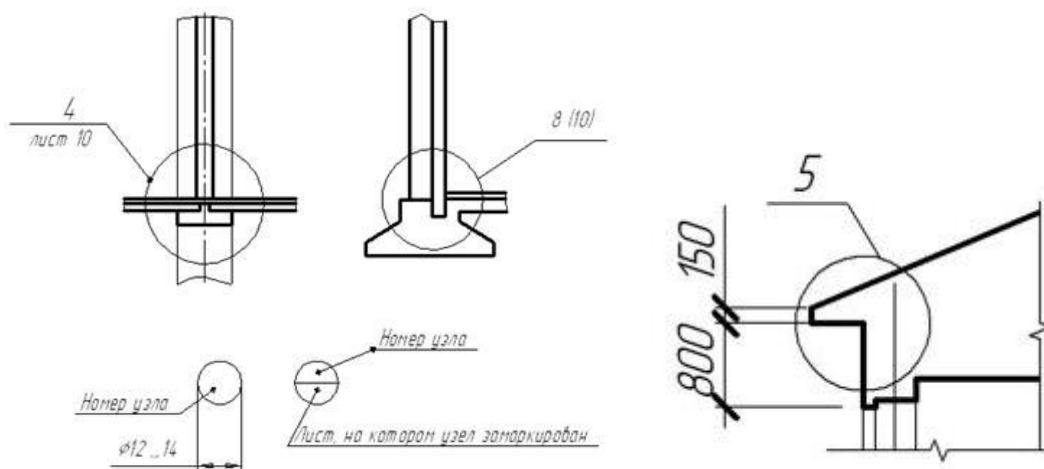

Рисунок 65 - Условное обозначение узла на чертеже
1. Вычертить в масштабе 1:20 или 1:25 узлы здания, рис. 65.
3. Выносные узлы зданий обозначить маркировочным кружком диаметром 12...14 мм тонкой линией с цифровым обозначением узла, рис.65. Маркировочный кружок расположить над изображением узла. Размер цифр номера узла в 1,5..2 раза больше цифр размерных чисел чертежа.